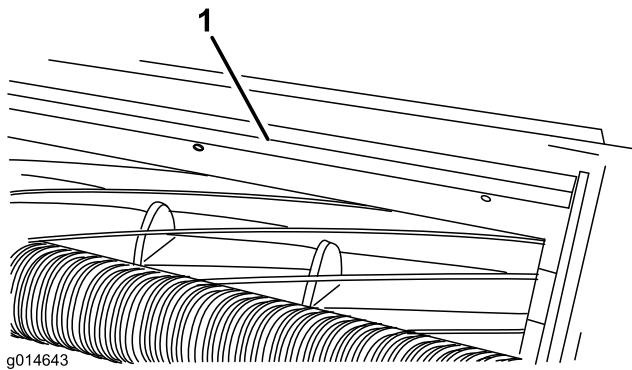

Bild 11
1. Lockern Sie die Schrauben, mit denen die obere Leiste an der Schneideeinheit befestigt ist (Bild 11).